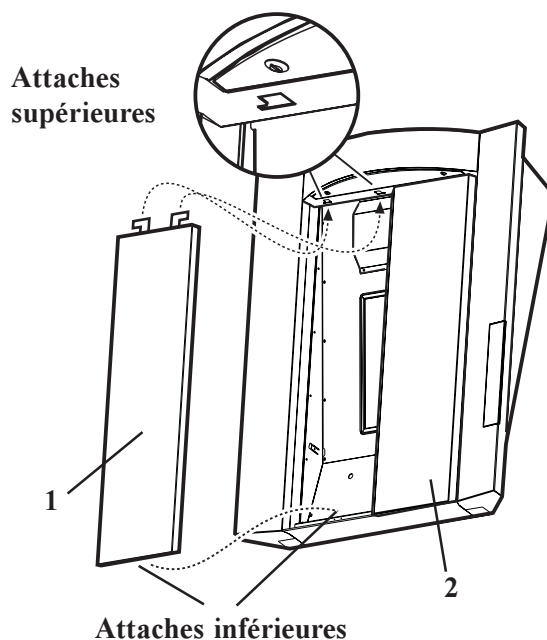

Fig. 3
- enlevez les panneaux frontaux du côté extérieur et les dégager des fissures d'accrochage supérieures (fig.3).